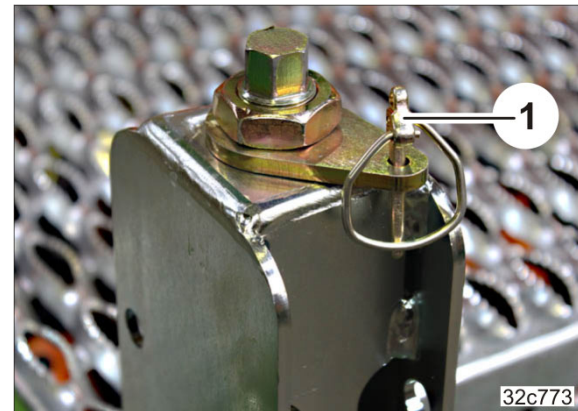

Рис. 190
4. Зафіксуйте налаштування за допомогою шплінта (Рис. 190/1).